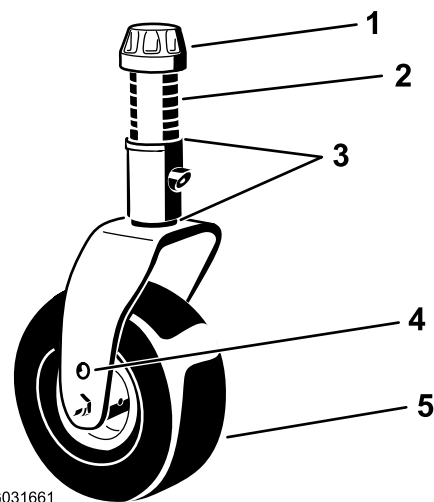

Figure 17
7. Installez les cales (comme à l'origine) et les entretoises restantes sur l'arbre (Figure 17).
8. Reposez le chapeau de tension et serrez-le avec la clé fournie pour fixer l'ensemble (Figure 17).
4. Avec la clé fournie, desserrez le chapeau de tension et déposez-le de l'axe de pivot, puis sortez l'axe du bras pivotant (Figure 17).